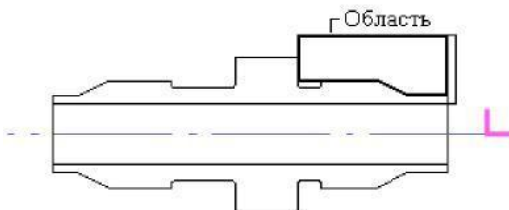

Рис. 4.40
3. Укажите контур, определяющий границы области (см рис. 4.40).